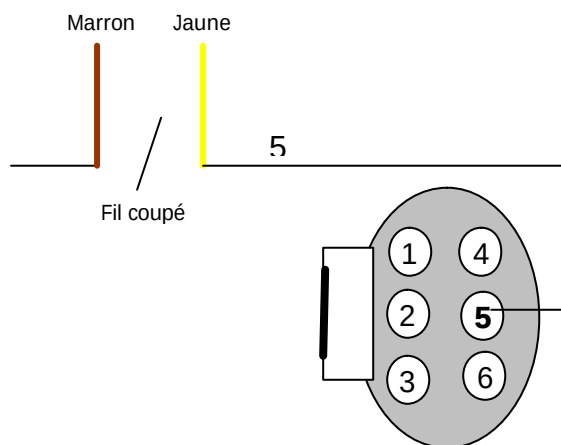

fig.2
- Soudez le fil noir au fil en position 1 dans le connecteur de la pédale (fig.2).
- Coupez le fil de la position 5 de la pédale d'accélérateur. Soudez le fil blanc au fil en position 5 sur le côté du câblage principal (fig.2). Soudez le fil rouge au fil en position 5 sur le côté du câblage principal (fig.2)
- Coupez le fil de la position 5 de la pédale d'accélérateur. Soudez le fil jaune au fil en position 5 sur le côté du connecteur. Soudez le fil marron au fil en position 5 sur le côté du câblage principal (fig.2).
- Coupez le fil de la position 3 de la pédale d'accélérateur. Soudez le fil jaune au fil en position 3 sur le côté du câblage principal (fig.2).
- Coupez le fil de la position 6 de la pédale d'accélérateur. Soudez le fil jaune au fil en position 6 sur le côté du connecteur. Soudez le fil marron au fil en position 6 sur le côté du câblage principal (fig.2).
- Coupez le fil de la position 2 de la pédale d'accélérateur. Soudez le fil jaune au fil en position 2 sur le côté du connecteur. Soudez le fil marron au fil en position 2 sur le côté du câblage principal (fig.2).
- Coupez le fil de la position 1 de la pédale d'accélérateur. Soudez le fil jaune au fil en position 1 sur le côté du connecteur. Soudez le fil marron au fil en position 1 sur le côté du câblage principal (fig.2).